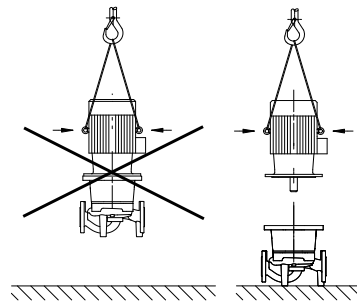

Fig. 7: Μεταφορά του κινητήρα
- Οι κρίκοι μεταφοράς στον κινητήρα προορίζονται μόνο για τη μεταφορά του κινητήρα και όχι για όλη την αντλία (Fig. 7).